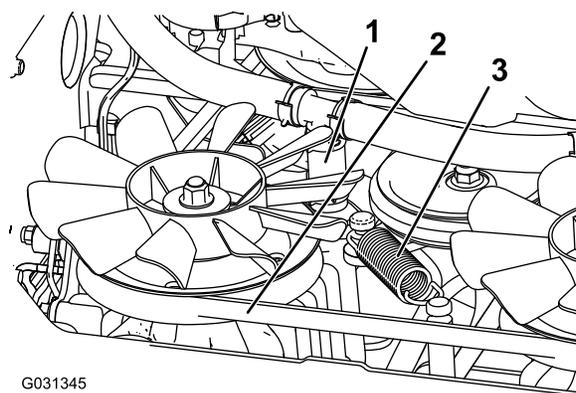

Figura 72
5. Retire la manguera hidráulica inferior (Figura 72).
6. Retire el muelle tensor (Figura 72).
7. Retire la correa de transmisión del embrague y del tope del embrague (Figura 72).